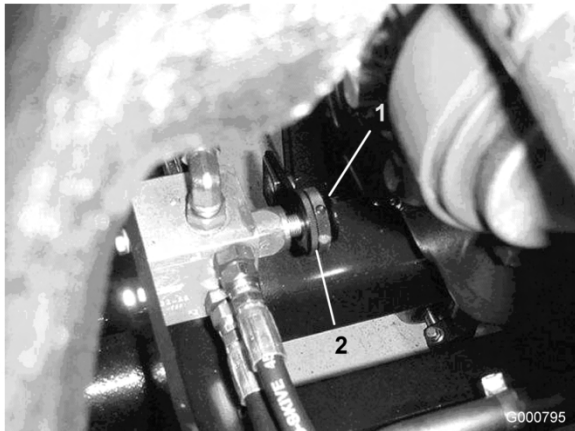

Figure 76
5. Localisez la valve devant l'essieu arrière des plateaux de coupe arrière (Figure 76).
6. Desserrez la bague de fixation du bouton (Figure 76).